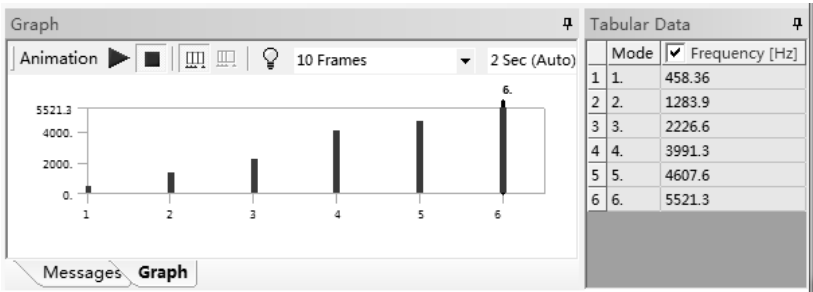

图 12-41 模型的固有频率
4) 在 Mechanical 界面的右下方可以观察到模型的固有频率，如图 12-41 所示。